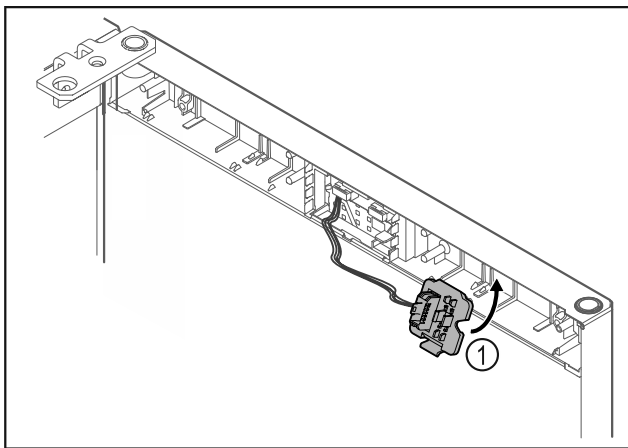

Fig. 21
- ▶ Pattintsa be a dugófoglatot Fig. 21 (1) az ellenkező oldalon.